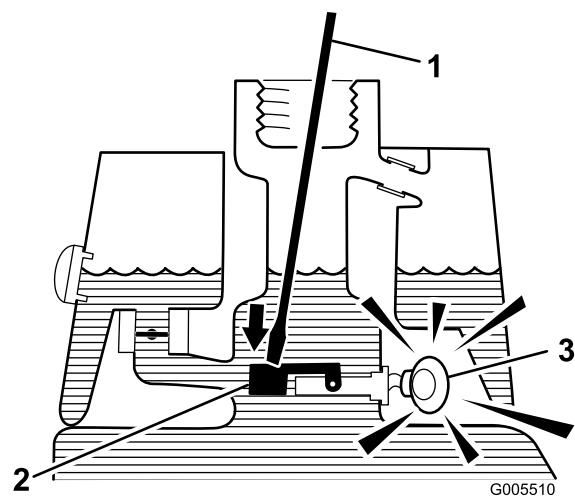

Рисунок 31
- Вставьте чистый стержень или отвертку в горловину бака и слегка нажмите на поплавок реле (Рисунок 31). После секундной задержки зазвучит тревожный сигнал.